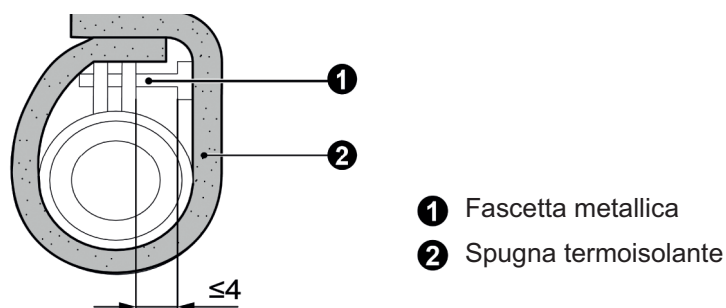

Fig. 4.3.3
- (3) Isolare la fascetta ed il tubo, come mostrato in Fig. 4.3.3.